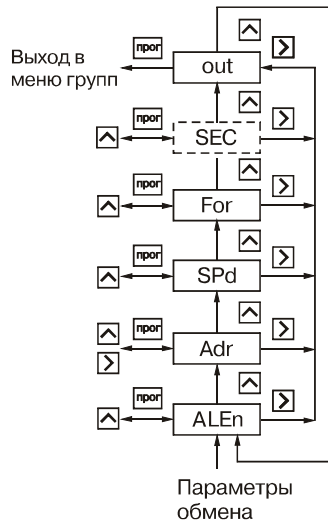

Рис. 27
6.1.10. Группа "**GrouP_E**" (рис. 27) предназначена для задания адреса прибора в сети **Adr**, его разрядности **ALen**, скорости обмена **SPd** и формата посылки **For** при наличии в приборе интерфейса связи RS-485.